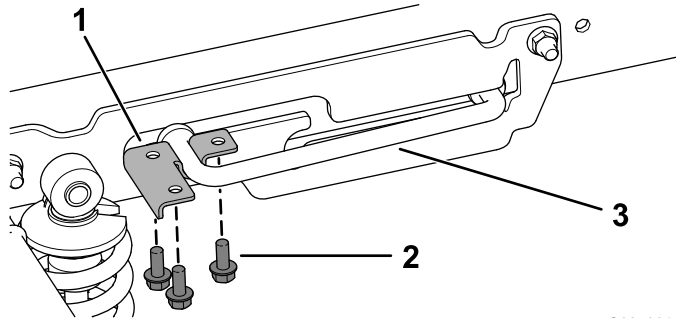

Figura 2
2. Retire los 3 tornillos con arandela prensada (5/16" x 3/4") y el soporte en U de la varilla de sujeción de dicha varilla (Figura 2).